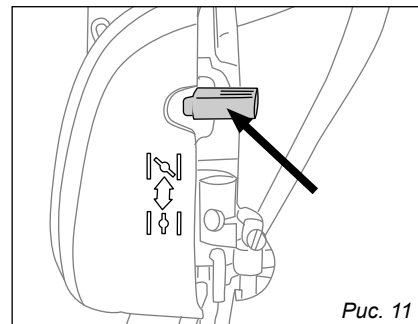

Рис. 11
**Рычаг воздушной заслонки** — данный рычаг предназначен для обогащения рабочей смеси для запуска холодного двигателя (рис. 11).